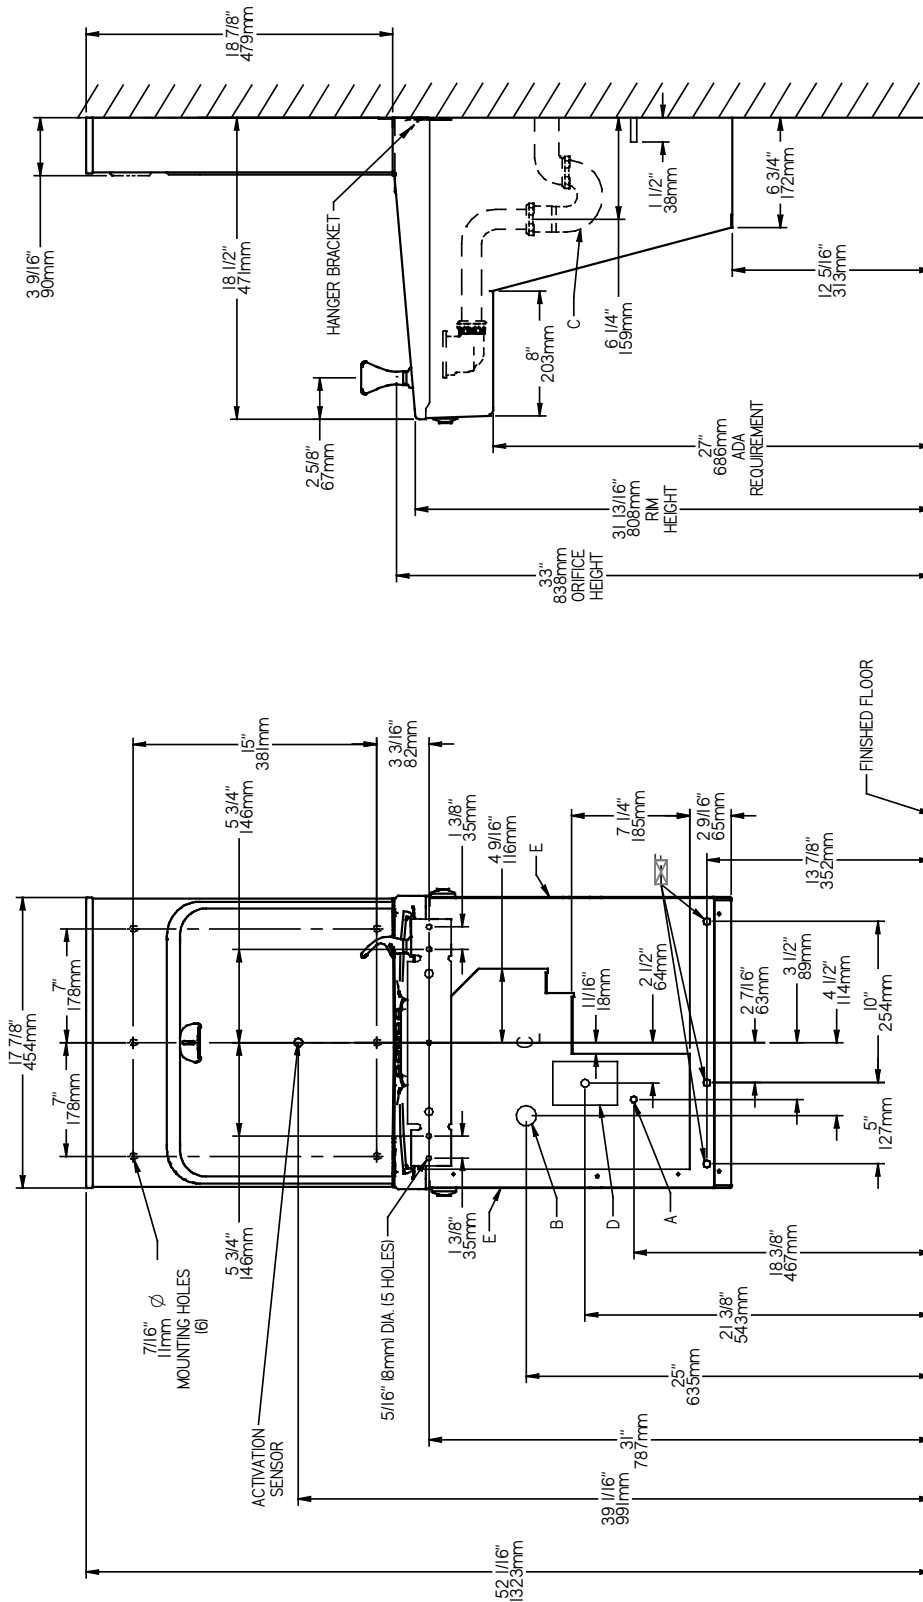

Fig. 2
- 1) Remove hanger bracket fastened to back of cooler by removing one (1) screw.
- 2) Mount the hanger bracket and trap as shown in Figure 2.
- 1) Quite el fijador de suspensión sujetados a la parte posterior del enfriador quitando un (1) tornillo.
- 2) Monte el fijador de suspensión y quite el purgador como se muestra en la Fig. 2.
- 1) Retirez le support de suspension à l'arrière du refroidisseur en enlevant une (1) vis.
2) Installez le support et le siphon tel qu'indiqué à la fig. 2.